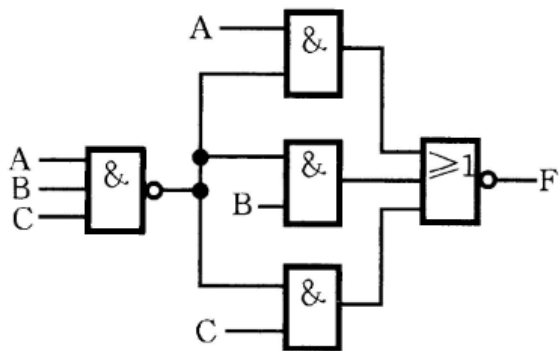

图 4.27 组合逻辑电路
- 在Logisim上实现习题4.1的电路（图4.27）以及其简化电路，该电路有3个输入，1个输出。
4.1 分析图 4.27 所示的组合逻辑电路,说明电路功能,并画出其简化逻辑电路图。